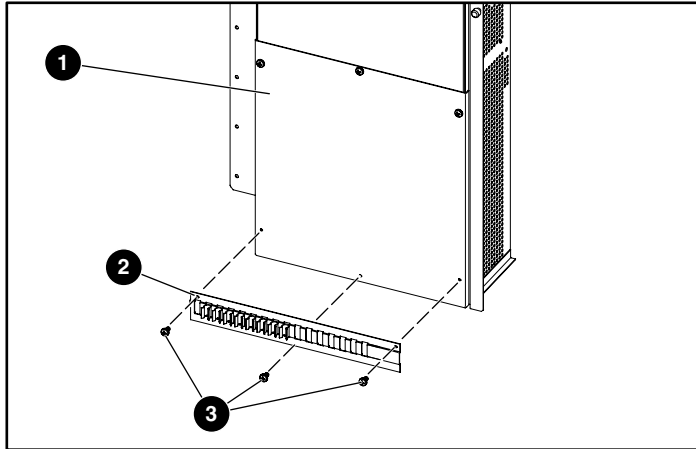

Figura 16: Installazione del morsetto inferiore
❶ Viti
❷ Morsetto superiore
4. Installare il morsetto inferiore sul coperchio dell'alloggiamento dei componenti elettronici utilizzando le tre viti rimosse in precedenza (vedere la Figura 16).